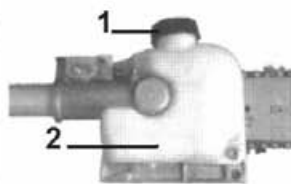

Fig. PP8
1. Coloque la barra de podar sobre una superficie limpia y plana, con la tapa de llenado de aceite orientada hacia arriba Véase la Fig PP8.